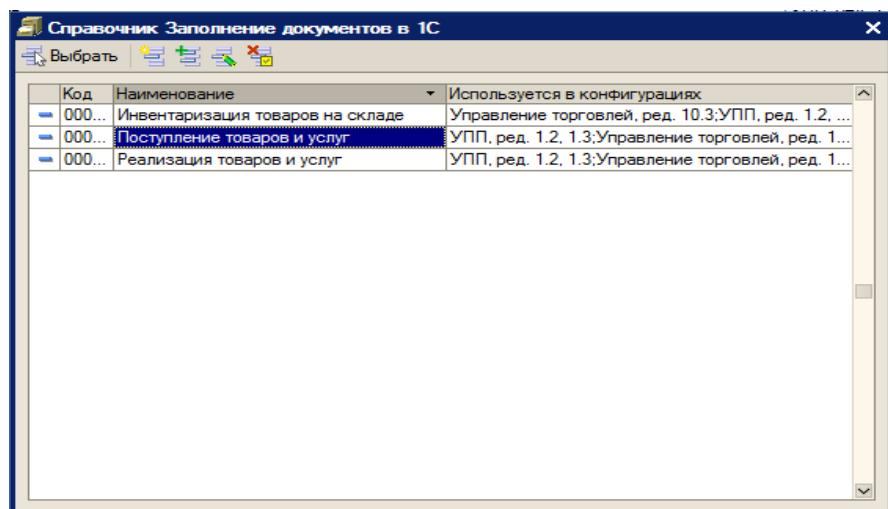
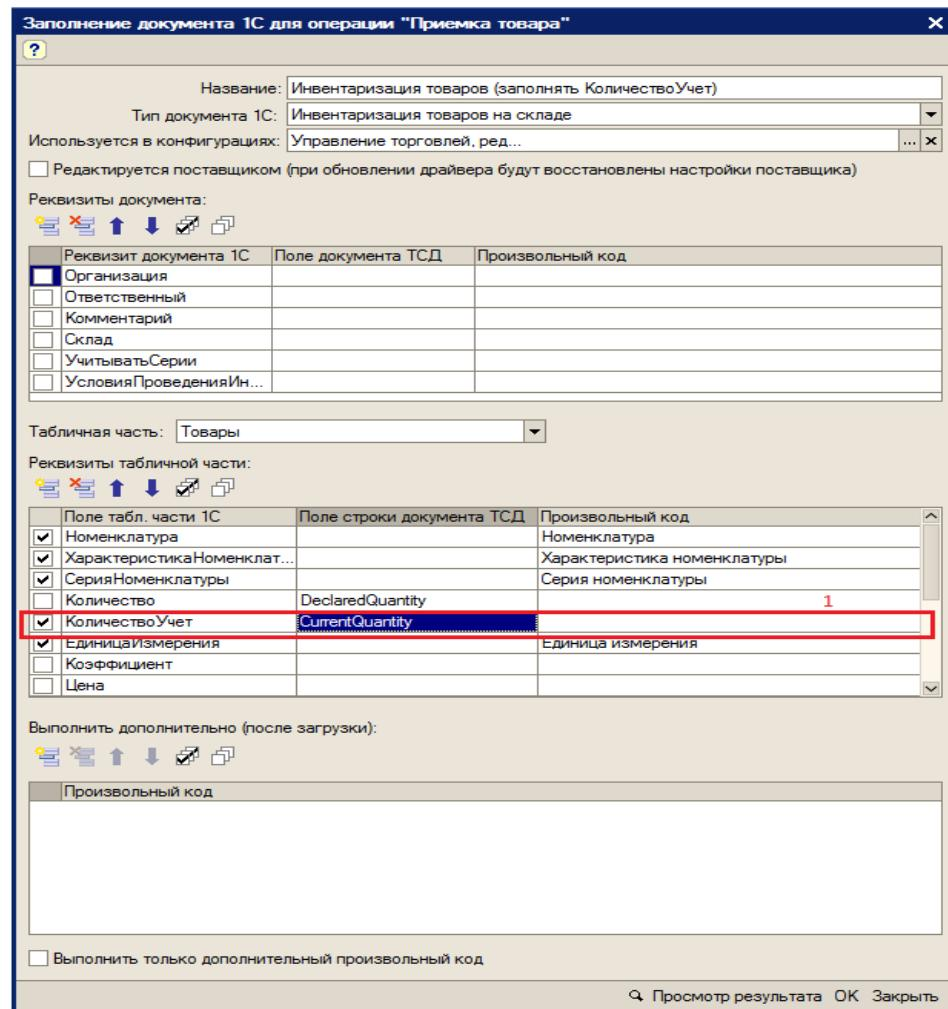

Рис.3.3. Форма списка справочника «Заполнение документов в 1С»
Рис. 3.4. Настройка заполнения документа «Инвентаризация товаров на складе»
**Пример 3.1. Решение.** Добавим новую настройку заполнения: откроем форму справочника «Заполнение документов в 1С» (рис.3.3) из формы настроек отбора и заполнения документов (рис.2.1) операции «Приемка товара» и добавим новый элемент (рис.3.4). Указываем для поля табличной части 1С «КоличествоУчет» значение «CurrentQuantity». Сохраняем настройку, указываем ее для операции ТСД. Все, настройки сделаны. Теперь, при завершении документа на ТСД, будет создаваться документ «Инвентаризация товаров на складе» (при условии, что документ, на основании которого был создан документ ТСД, не имеет тип «Инвентаризация товаров на складе» - иначе загрузка будет осуществляться в тот же документ 1С).